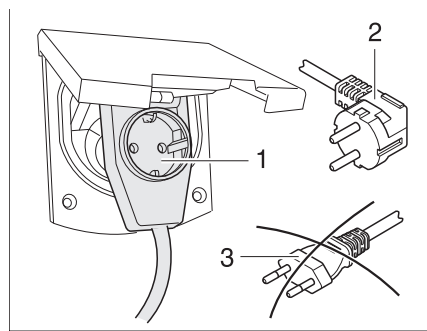

Bild 288 Anslutning till en vinkelkontakt med uttag
- ▶ Om en CEE 17 vinkelkoppling med uttag på baksidan (Bild 288,1) används, ska endast en gummierad och förseglad IP 44-kontakt med jordad kontakt (Bild 288,2) användas. Använd inte någon kontakt utan jordad kontakt (Bild 288,3). Risk för strömstöt!